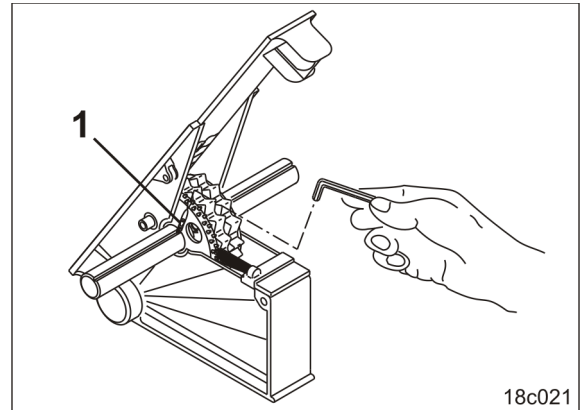

Fig. 126
5. Die Gewindestifte (Fig. 126/1) der neuen Fahrgassensräder soweit lösen bis sich die neuen Fahrgassensräder frei auf der Sägeleiste drehen lassen.